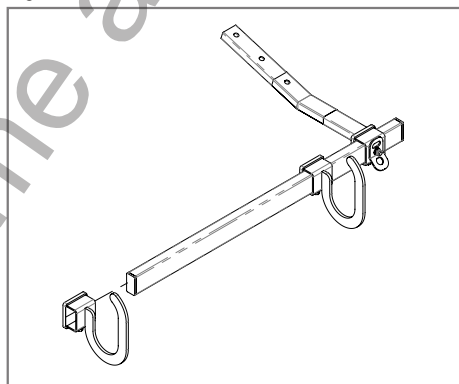

Figura 4
- i due ganci scala [Figura 4]